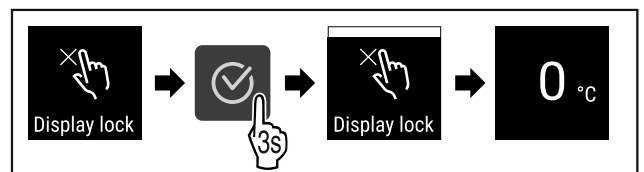

Fig. 67
- ▶ Suorita toimenpidevaiheet (katso Fig. 67) .